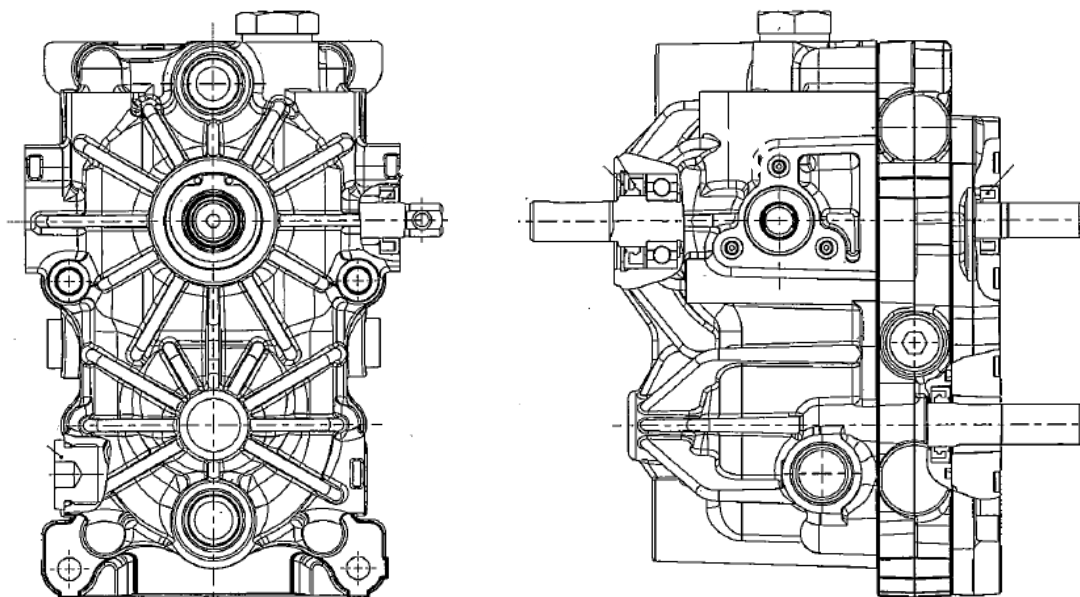

fig.3/6
3.3 Transmission hydrostatique - Groupe hydrostatique compact Kanzaki type KHS-13 JH avec pompe 13 cm³, facilement démontable, circuit à haute pression séparée, avec radiateur pour le refroidissement de l'huile et ventilateur de refroidissement du groupe hydrostatique, pompe de chargement, filtre d'aspiration avec débit total en commun avec l'embrayage PowerSafe®, pour les caractéristiques, voir fig.3/6 page 27.
3.3 Transmisión hidrostática - Grupo hidrostático compacto Kanzaki tipo KHS-13 JH con bomba de 13 cm³, que se desmonta fácilmente, circuito de alta presión separado, con radiador para refrigeración de aceite y ventilador de refrigeración del grupo hidrostático, bomba de carga, filtro de succión con flujo total en común con el embrague PowerSafe®, para las características véase fig.3/6 pág.27.
3.3 Hydrostatisches Getriebe - Kompakter hydrostatischer Antrieb Kanzaki Typ KHS-13 JH mit 13 cm³ Pumpe; leicht demontierbar, separater Hochdruckkreislauf mit Ölkühler und Kühlung des hydrostatischen Antriebs, Füllpumpe, Saugfilter mit Gesamtdurchfluss gemeinsam mit der PowerSafe® Kupplung, für weitere Merkmale siehe Abb.3/6 Seite 27.